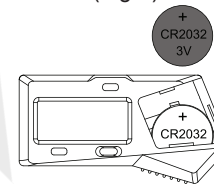

Fig.2
- Caricare una batteria CR2032 con il lato positivo della batteria rivolto verso l'esterno (Fig.2).